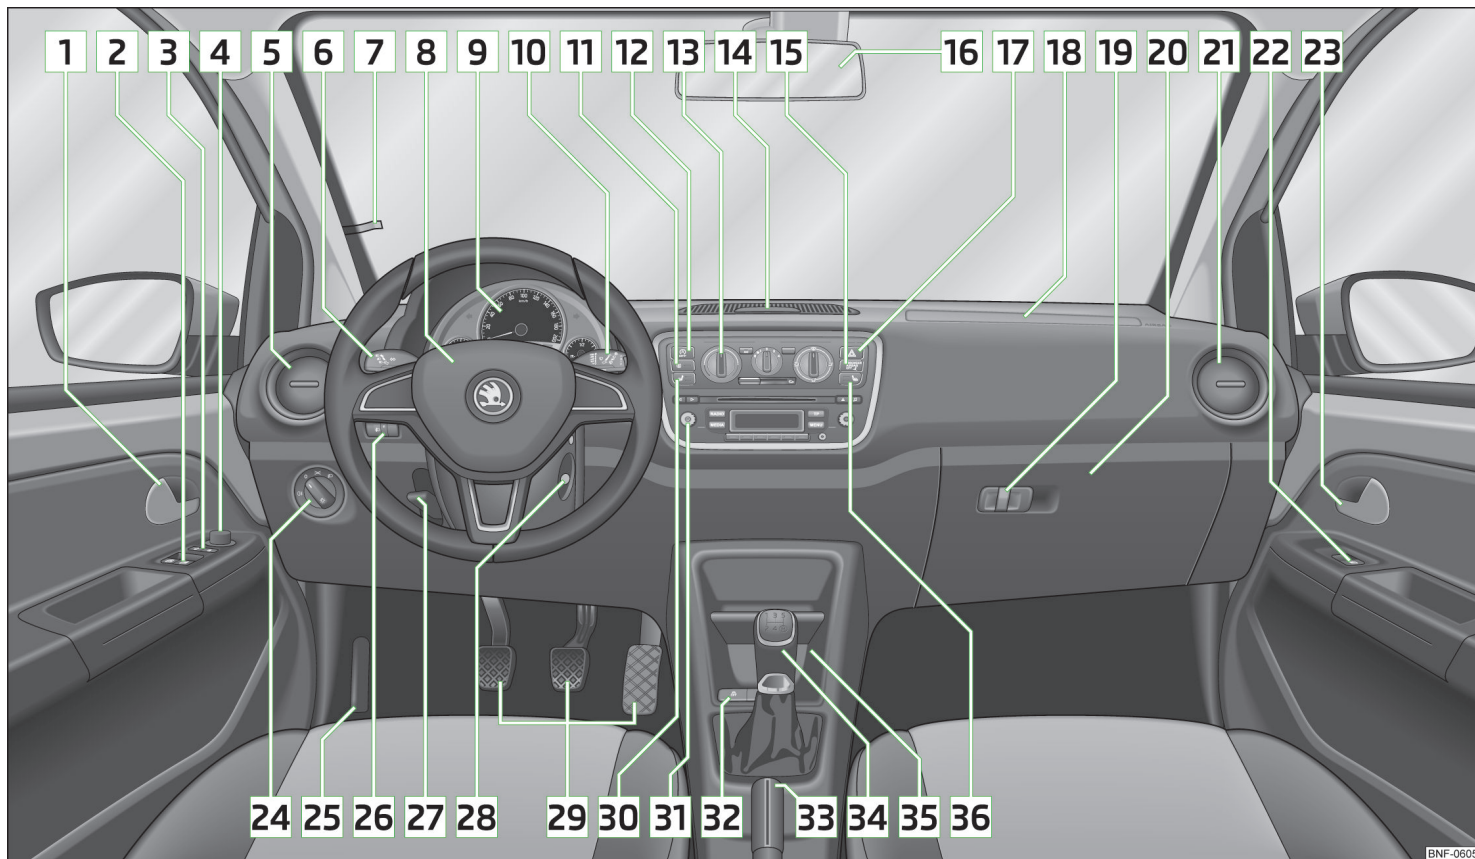

Fig. 17 Cockpit
- I højrestyrede biler afviger placeringen af betjeningsselementerne delvis fra den placering, som er vist på » Fig. 17. Symbolerne er dog de samme for de enkelte betjeningsselementer.